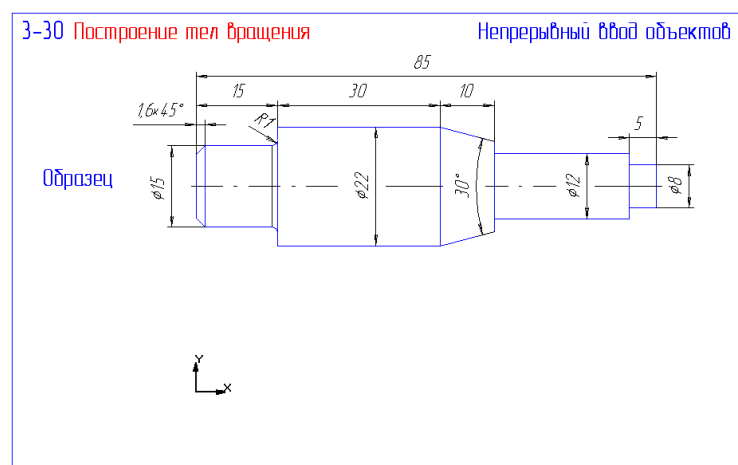

Рис. 36
38. Откройте файл фрагмента 3-30 (рис. 36).